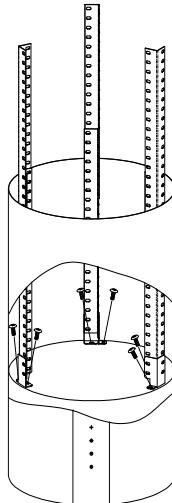

Рис. 4
5. С помощью 6 шт. винтов M4X10 закрепите угловые кронштейны на корпусе вытяжки. См. рис. 4.